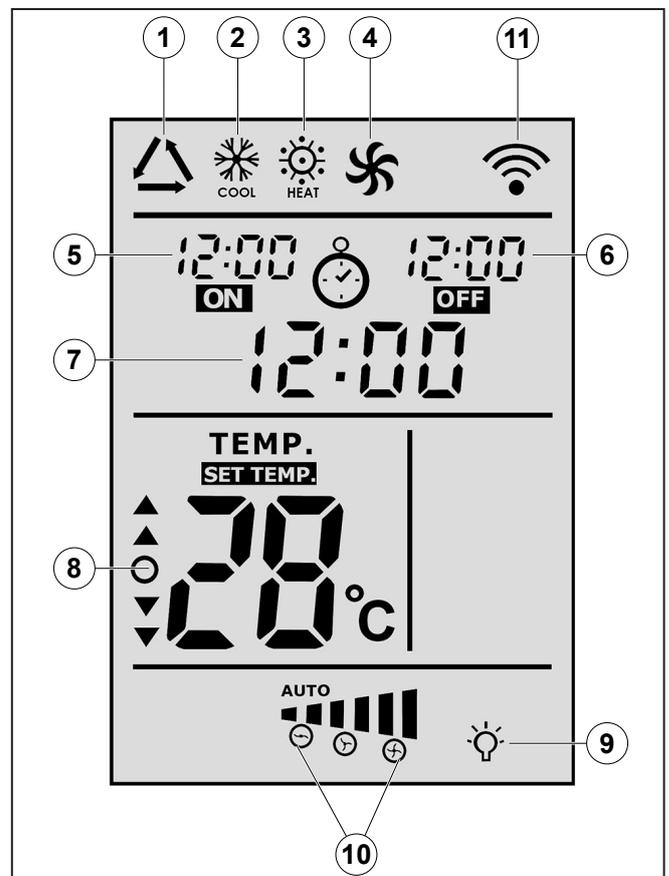

Fig. 14
1. **Afficheur** (pour plus de détails, voir la «Fig. 14»)